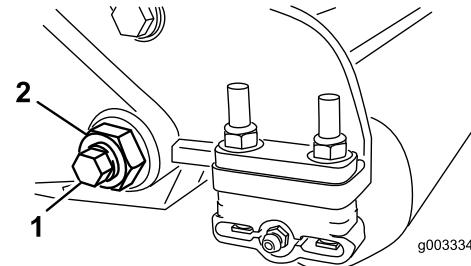
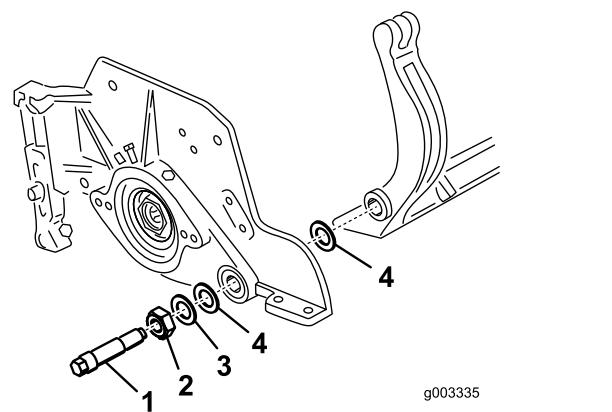

图31
图32
3. 在机器的另一侧松开固定底刀架螺栓 图31 的锁紧螺母。
4. 拆下两个底刀架螺栓向下拉动底刀架并从机器螺栓 图31 上拆下来。取下底刀架 图32 两端的 2 个尼龙垫圈和 1 个冲压钢垫圈。
4. 在两个尼龙垫圈的外侧各放一个钢垫圈 图32。
上紧底刀螺栓扭矩至 2736N·m。拧紧锁紧螺母直至外部钢垫圈停止旋转且两侧不再松动但不要拧得过紧或导致侧板变形。内侧的垫圈可能有空隙 图32。